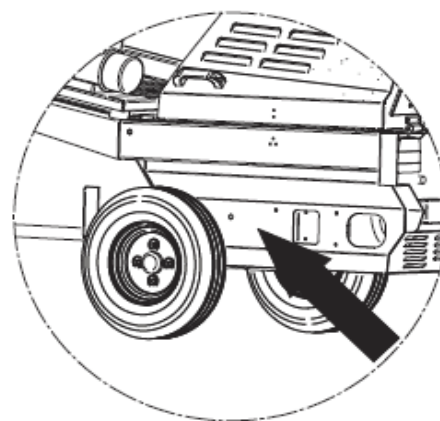

ABB. 12
- Täglich durch das Loch - Abb. 12 - fetten.